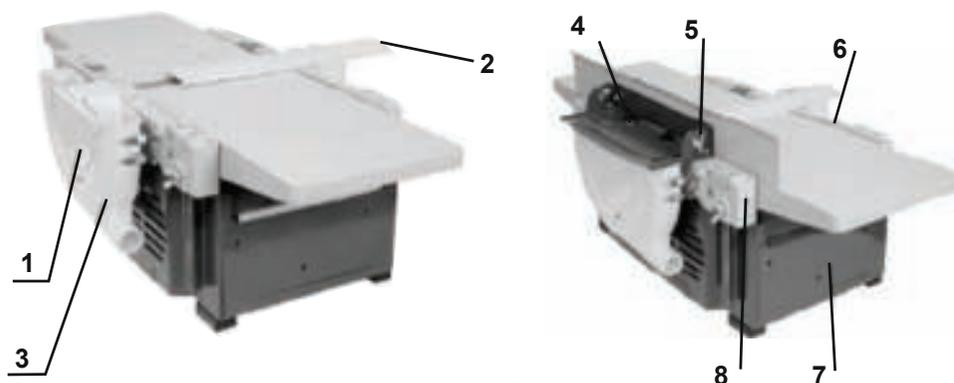

рис. 2
Перед началом работы необходимо установить ограждения 1 и 2 (рис. 2), входящие в комплект поставки машины. Ограждение 1 закрывает выходной конец ножевого вала, оно устанавливается на пластмассовый ко-
Линейка строгальная предназначена для направления материала при строгании и обеспечивает функцию строгания под углом. Линейка строгальная 2 крепится двумя винтами и шайбами к правой щеке 8 машины. Линейка устанавливается как перпендикулярно к плоскости стола, так и под углом. Для строгания под углом необходимо ослабить крепление гаек-барашков 4 основания строгальной линейки, установить линейку по шкале на нужный угол, затянуть гайки-барашки (рис. 2).
- снять ограждение 2 (рис. 2), закрывающее ножевой вал. Ограждение не используется при глубине пиления более 65 мм. При глубине пиления менее 65 мм, следует установить ограждение, расположив его под пильным столом;